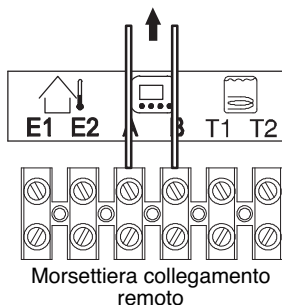

Figura 5.31
Collegare ai morsetti (A) e (B) della morsetteria i due conduttori elettrici come indicato in Figura 5.31.